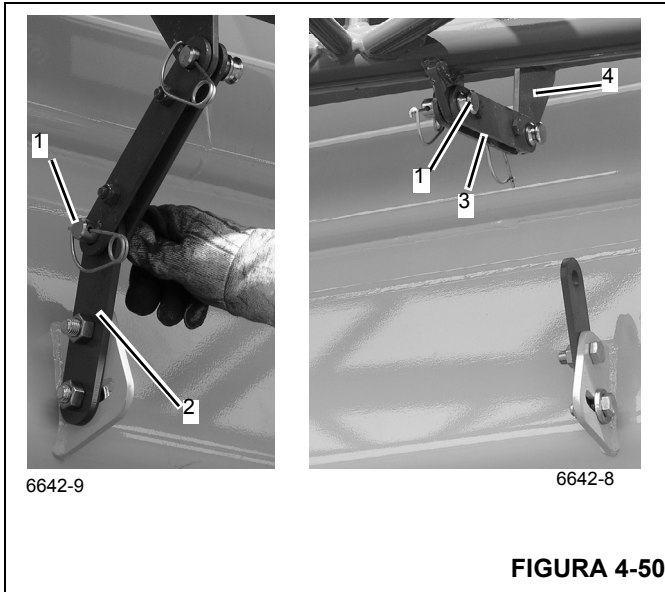

FIGURA 4-50
14. Si no se utilizó la sección de plegado doble de 7 m (23 pies), retire el pasador (1, Figura 4-50, fotografía 6642-9) de la barra de seguridad (2) de la sección de la base. Desplace la barra de seguridad (3, Figura 4-50, fotografía 6642-8) hacia la sección de 7 m (23 pies) (4) y coloque el pasador (1). Fije con el pasador de retención.